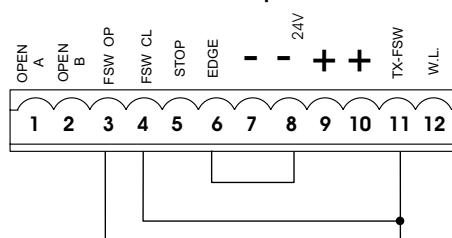

Fig. 5
N.B. Si on n'utilise aucun dispositif de sécurité, poncer les bornes d'après la fig. 5.
Nota bene: Si on ne connecte aucun dispositif de sécurité en ouverture, ponter les entrées OP et -TX FSW (fig. 5).
Nota bene: Si on ne connecte aucun dispositif de sécurité en fermeture, ponter les bornes CL et -TX FSW (fig. 5).
Nota bene: Si les dispositifs de sécurité bord ne sont pas connectés, ponter les entrées EDGE et -. (fig. 5).